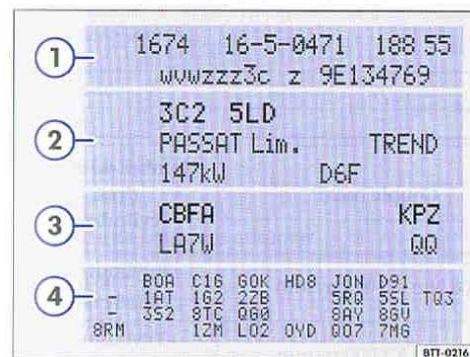

Fig. 9 Plaquette d'identification : ici avec les lettres-repères moteur CBFA (3).
La plaquette d'identification du véhicule ⇒ fig. 9 est collée dans la zone du cuvelage de roue de secours dans le coffre à bagages et comporte les données suivantes :
- ③ Lettres-repères de moteur et de boîte de vitesses, référence peinture, code de garnitures intérieures. Dans l'exemple, les lettres-repères de moteur sont « CBFA » ⇒ fig. 9.
- ④ Options, numéros PR.